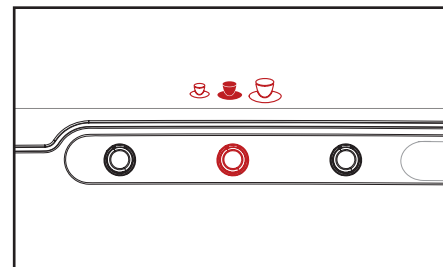

Abb. 4.5 – Vorwahl Volumen
2. Drücken Sie die Vorwahl-Taste VOLUMEN, um diese Vorwahl zu aktivieren. Ein Tassensymbol (klein – mittel – groß) wird angezeigt (Abb. 4.5).